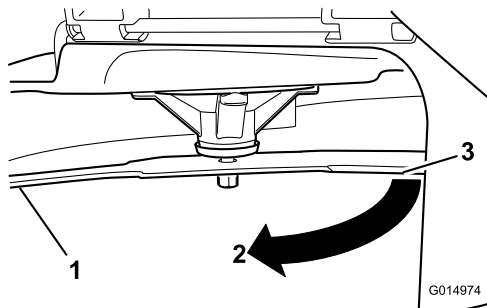

Figure 99
3. Seconde distance mesurée entre la lame et la surface (B)
4. Tournez la même lame de 180 degrés pour amener le tranchant opposé à la même position (Figure 99).